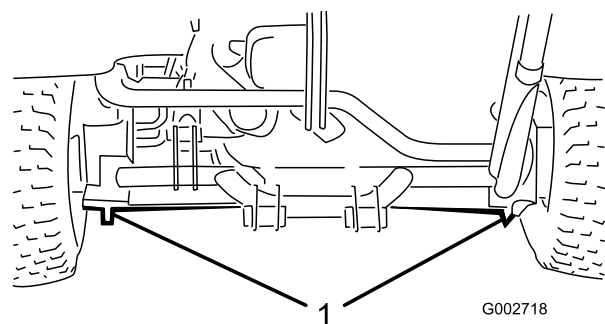

Figura 17
- Lado esquerdo ou direito debaixo do motor de roda traseiro ou da estrutura (Figura 17).